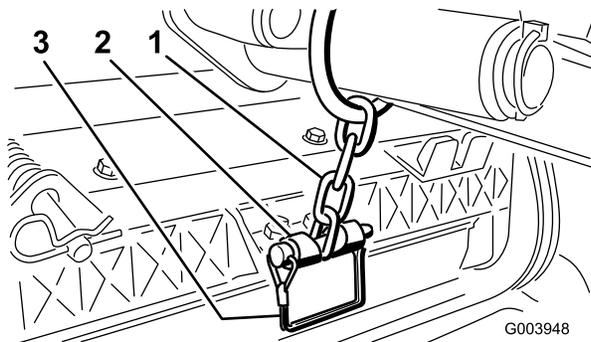

图12
12. 使用保险销将提升臂链条固定到链条轴（图12）。使用滚刀组 *操作员手册* 所述的链条节数。